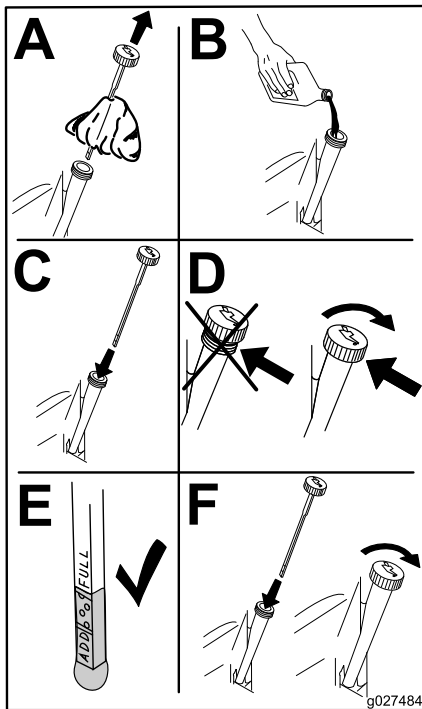

Figure 34
4. Versez lentement environ 80 % de l'huile spécifiée dans le tube de remplissage, puis faites l'appoint lentement jusqu'à ce que le niveau atteigne le repère maximum (**Full**) (Figure 34).